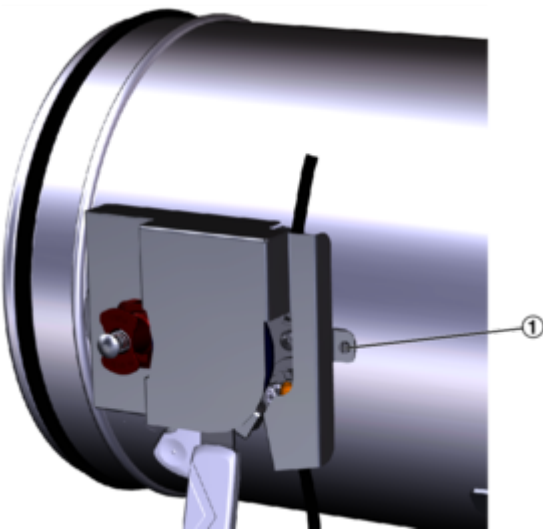

Abb. 3: FKREU Anschluss Potentialausgleich
- Stutzenausführung: Schraube (1) Abb. 3 an Auslöseeinrichtung